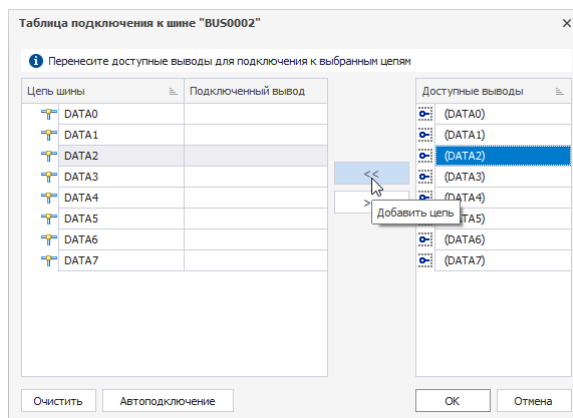

Рис. 191 Выбор цепи и соответствующего ей вывода
1. Выбрать нужную цепь в левой части окна и соответствующий ей вывод в правой части окна, см. Рис. 191.